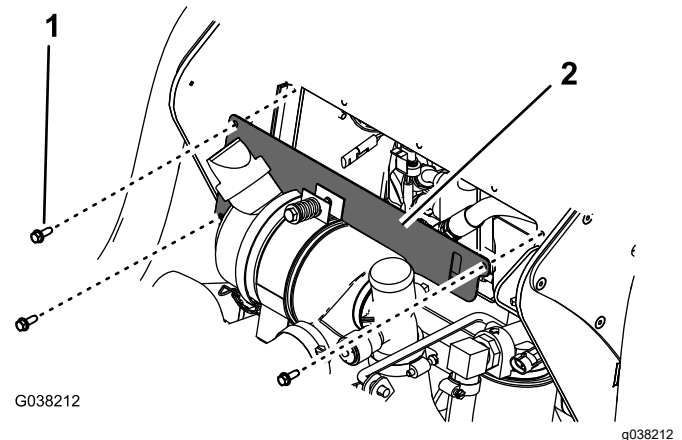

Bild 4
1. Entfernen Sie die drei Bundkopfschrauben ($\frac{1}{4}'' \times \frac{3}{4}''$), mit denen die Abdeckplatte vorne am Bedienfeldrahmen befestigt ist, und nehmen Sie die Abdeckplatte ab (Bild 4).